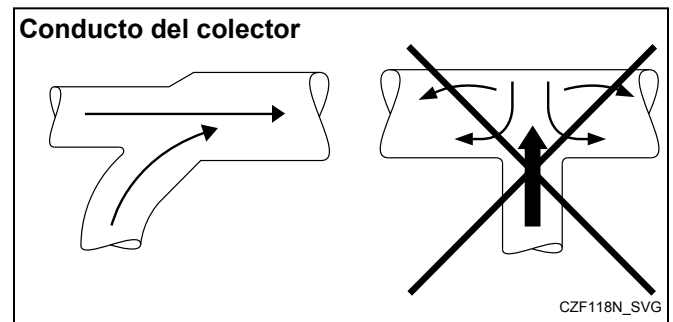

Figura 14
- Debe cubrirse el conducto del colector. Consulte para ello *Figura 14*. El conducto de la planchadora debe introducirse en
**NOTA: No conecte nunca el conducto de la planchadora a un conducto del colector con un ángulo de 90°. Consulte *Figura 14*. De lo contrario se generaría demasiada presión de retorno y afectaría negativamente al rendimiento. No conecte nunca dos conductos de escape de la planchadora directamente enfrentados en el punto de entrada al conducto del colector.**